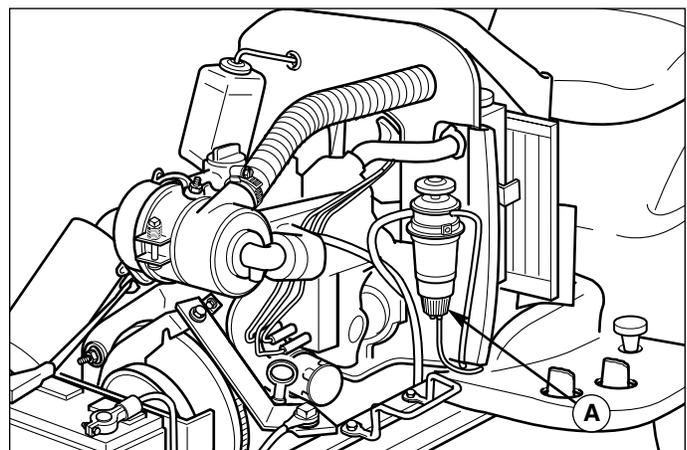

Figure 13. Vidanger le filtre à carburant
3. Placer un récipient sous le tube du filtre à carburant et desserrer la base du filtre (A, figure 13) en la tournant d'environ 1 tour.